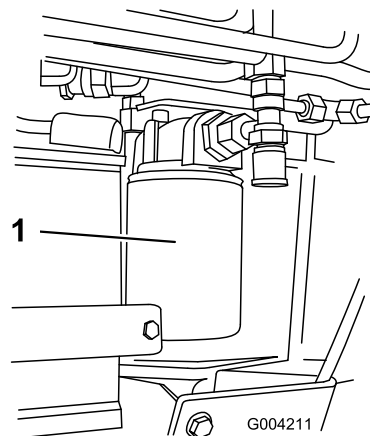

Рисунок 62
4. Поместите под крышку сливной поддон (Рисунок 62).
5. Снимите старый фильтр (Рисунок 62) и начисто протрите поверхность прокладки переходника фильтра.
7. Установите новый фильтр гидравлической системы в переходник фильтра (Рисунок 62). Поверните фильтр гидравлической системы по часовой стрелке так, чтобы резиновая прокладка соприкоснулась с переходником фильтра, после этого затяните фильтр, повернув его еще на 3/4 оборота.